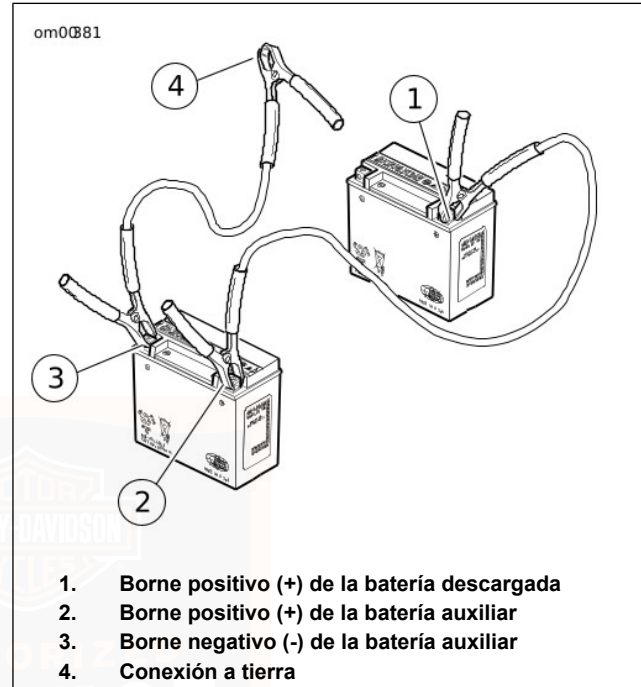

Figura 77. Conexiones de los cables de arranque en puente
1. Vea Figura 77. Conecte un extremo del cable de puente al borne positivo (+) de la batería DESCARGADA (1).
2. Conecte el otro extremo del mismo cable al borne positivo (+) de la batería AUXILIAR (2).